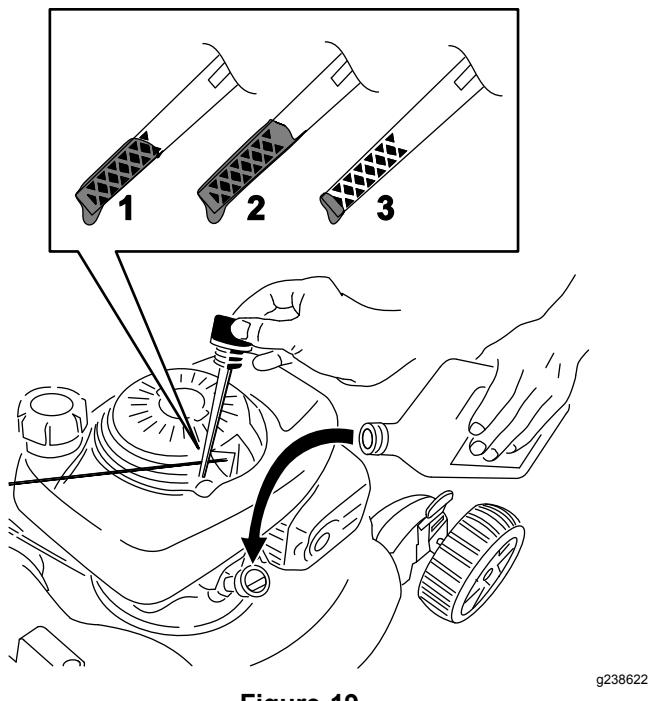

Figure 19
- Tournez le bouchon dans le sens antihoraire et sortez la jauge (Figure 19).
4. Inclinez la machine sur le côté (filtre à air en haut) pour vidanger l'huile usagée par le tube de remplissage (Figure 19).
10. Vérifiez le niveau d'huile indiqué par la jauge (Figure 19).